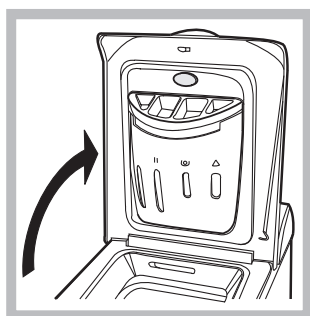

Fig. 1
A) OTWIERANIE. (Rys.1). Podnieść zewnętrzną pokrywę i całkowicie ją otworzyć.